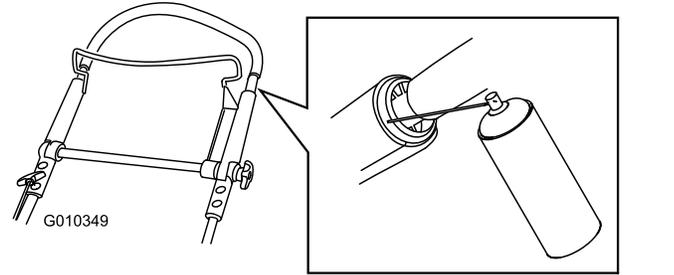

図 42
1. ハンドルの内側にあるプラスチックの端部にもスプレーする図42。